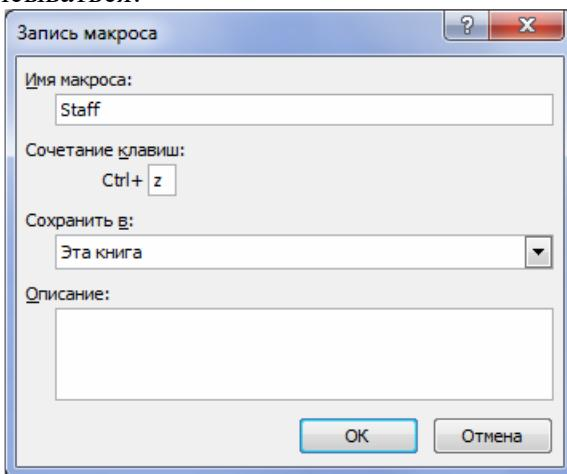

Рисунок 6.2 – Диалоговое окно «Запись макроса»
3. Для выполнения предыдущего пункта задания вам пришлось несколько раз подряд выполнять рутинные действия по вызову команды Подбор параметра и заполнению всех полей ее диалогового окна. Чтобы упростить эту работу, создайте простейший макрос – подпрограмму для данной книги MS Excel на языке VBA (Visual Basic for Application), встроенным в пакет программ MS Office. Это можно сделать, не зная пока самого языка, с помощью транслятора MacroRecorder, который переводит на язык VBA действия пользователя с момента его запуска до окончания записи макроса. Для активизации MacroRecorder выбираем на ленте Вид раздел Макросы из выпадающего списка команды Запись макроса. В появившемся диалоговом окне Запись макроса (рисунок 6.2) задаем имя макроса (например, «Staff») и описание макроса, которое не является обязательным. В поле Сохранить в: оставляем опцию по умолчанию Эта книга (тогда созданный макрос сохранится на новом листе модуля в активной рабочей книге). Будущий макрос можно запускать с помощью сочетания клавиш клавиатуры, например, Ctrl+z, если это указать в поле Сочетание клавиш. После нажатия ОК на экране появляется плавающая панель с кнопкой Остановить запись. Теперь все ваши действия над ячейками будут записываться!